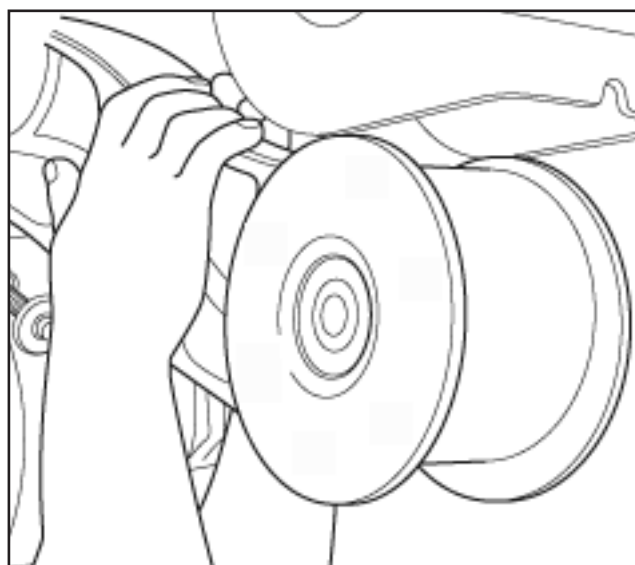
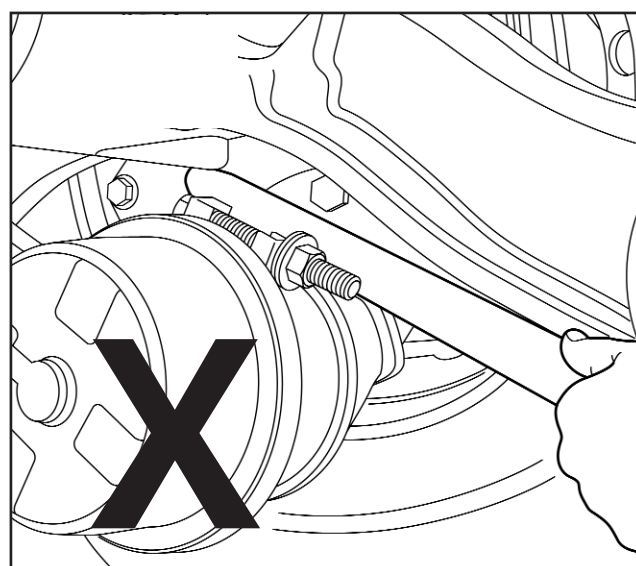

Fig 3.22
Fig 3.23
8. Faire pivoter le bras oscillant pour le dégager du support de palier pendant (figure 3.22). NE PAS faire levier sur le récepteur de frein, comme indiqué (figure 3.23).